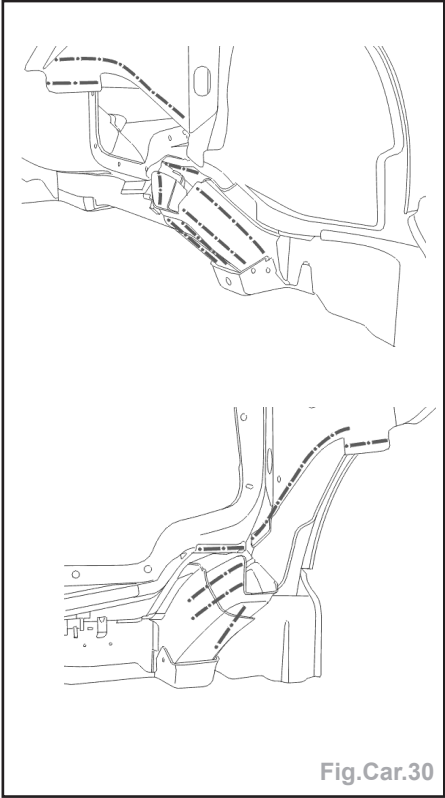

Fig.Car.30
- Préparer les bords d'accostage (Fig.Car.30).